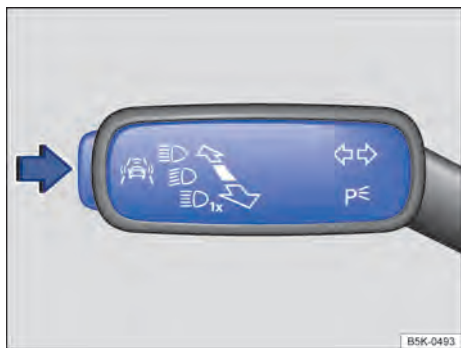

Fig. 28 Na alavanca dos indicadores de direção e do farol alto à esquerda da coluna de direção: botão dos sistemas de assistência ao condutor.
- Pressionar o botão → **Fig. 28** no sentido da seta para acessar o menu **Assistentes**.